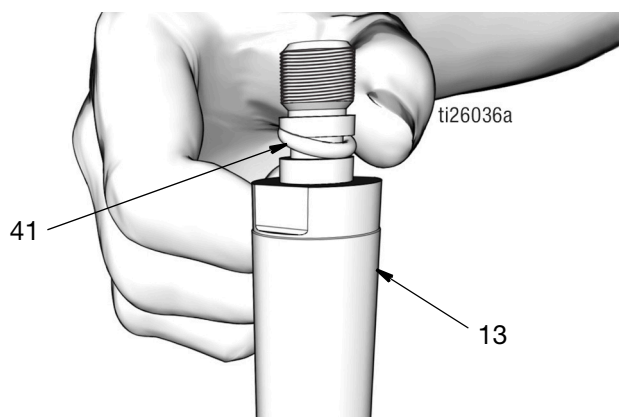

FIG. 47
- Limpie el vástago del pistón (13) y el pistón (6) con un paño limpio para eliminar cualquier resto de suciedad o contaminantes. Inspeccione las superficies en busca de arañazos o daños. Reemplace las piezas dañadas.
- Aplique una capa fina de grasa en la junta tórica (41). Coloque la junta tórica sobre las ranuras del vástago del pistón (13) (FIG. 47).